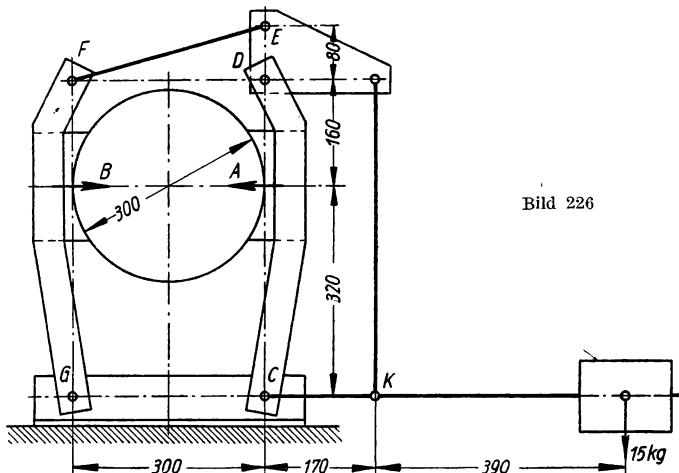

Bild 226
- 349.** Die Doppel-Backenbremse einer Kranwinde (Bild 226) wird durch das 15 kg schwere Belastungsgewicht angezogen. a) Welche Anpressungsdrücke üben